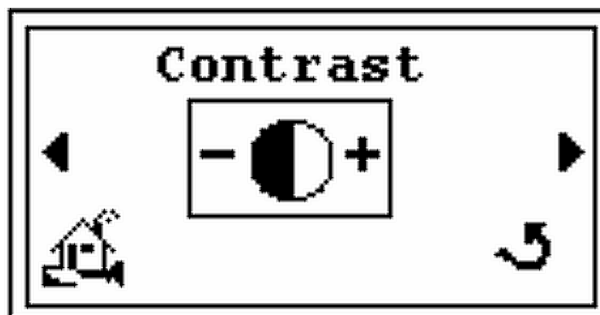

図 2-47 Contrast - 初期画面
4. ▶ を押すと *Contrast* 画面が表示されます (図 2-47)。